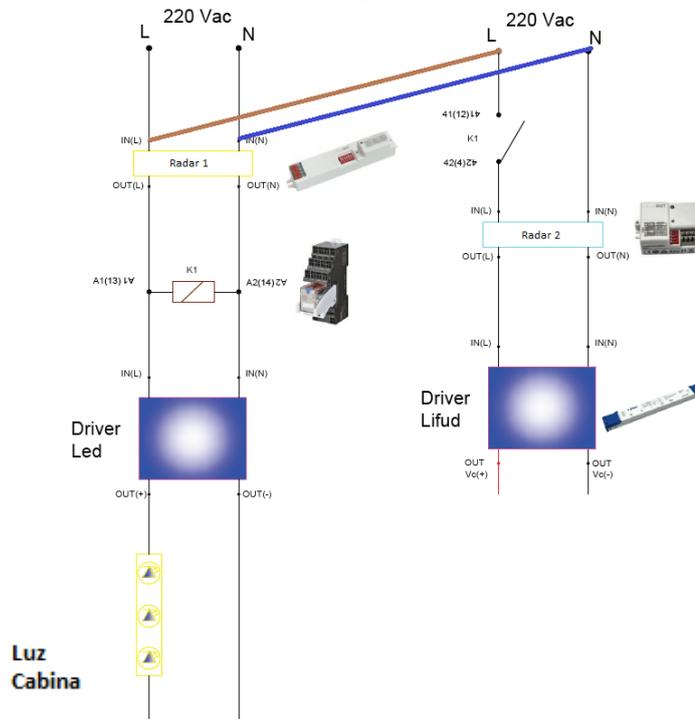

Fig. 7
- VII. Les sorties OUT (L) et OUT (N) du Radar 2 seront connectées aux entrées IN (L) et IN (N) du driver de LED (Fig. 7).